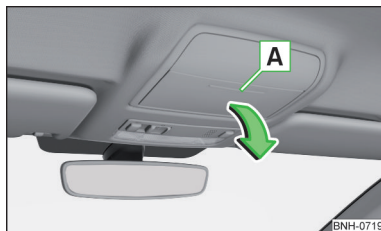

Fig. 91
- Para **abrir**, presionar sobre la tapa del guardalentes en el área **A**. El compartimento se abre en el sentido de la flecha » fig. 91.